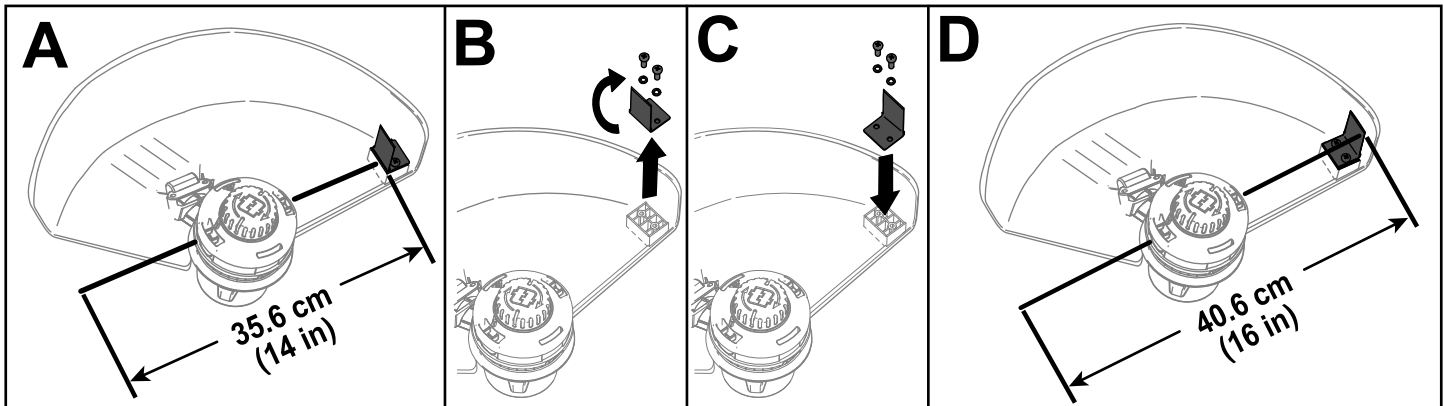

Bild 12
Der Freischneider ist werkseitig auf eine Mähswade von 36,6 cm voreingestellt, siehe A in Bild 12. Im Folgenden wird die Einstellung der Mähswade auf 40,6 cm erläutert, siehe D in Bild 12.
1. Entfernen Sie das Schwadblech aus der Unterseite der Schutzvorrichtung, indem Sie die 2 Befestigungsschrauben mit dem mitgelieferten Inbusschlüssel lösen (B in Bild 12). Drehen Sie das Schwadblech dann um 180°.
2. Sobald Sie das Schwadblech gedreht haben, installieren Sie es mit den 2 vorher entfernten Schrauben in der Schutzvorrichtung (C in Bild 12).